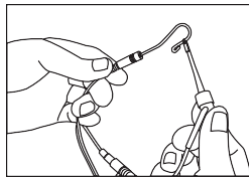
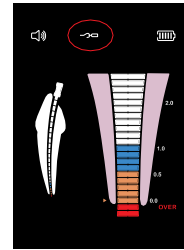

Bild 5
Bild 6
d) Stellen Sie sicher, dass der Lippenhaken den gebogenen Draht der Feilenklemme berührt [wie in Abbildung 5 gezeigt] und dass das Verbindungssymbol auf dem LCD-Bildschirm ununterbrochen angezeigt wird [wie in Abbildung 6 gezeigt], wenn dies nicht der Fall ist, bedeutet dies, dass die Feilenklemme oder der Messdraht beschädigt sind und ausgetauscht werden sollten.